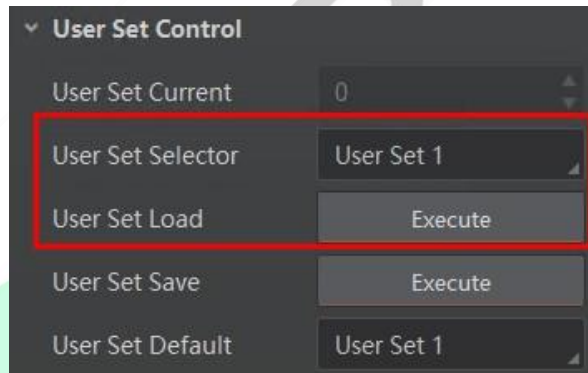

图8-19 加载参数设置
- 加载参数：在连接设备但不预览时，可对设备进行加载参数的操作。通过 *User Set Selector* 参数下拉选择其中一套参数，点击 *User Set Load* 处的“Execute”，即可将选择的一套参数加载到相机中，如图 8-19 所示。